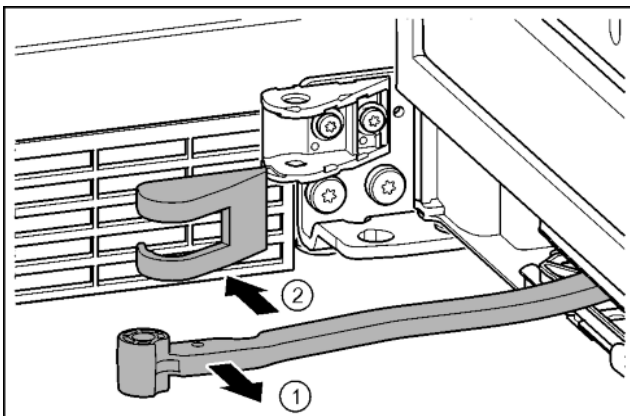

Fig. 15
- Gelenk in Richtung Tür drehen. Fig. 15 (1)
- Lagerbockabdeckung entfernen. Fig. 15 (2)